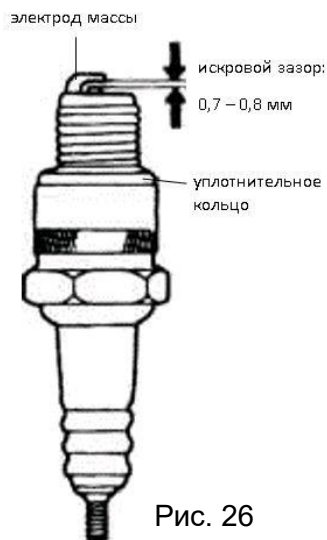

Рис. 26
5. Измерьте расстояние между электродами с помощью щупа. (см. рис. 26).